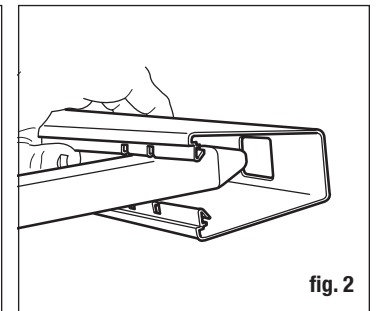

fig. 2
- Insert a picket into the throat of the rail, and proceed through the routed hole as shown. **DO NOT SNAP INTO PLACE** (fig. 2).
A general rule of thumb is to place 1/3 of the post into the ground. Check local regulations for any special requirements. The fence will be stronger if the end, corner and gate posts are set at least 6" deeper than the line posts. Using a posthole digger or power auger, dig the holes 10-12" wide and 6" deeper than needed. Backfill the holes with 6" of gravel to drain water away from the bottom of the posts (fig. 2). Keep the height of your fence panels in mind when digging your postholes.
- Inserte una estaca en la estricción del pretil, y prosiga a través del orificio recortado, como se muestra. **NO DESLICE PRESIONANDO PARA QUE QUEDE EN SU LUGAR** (fig. 2).
Como regla general, se inserta 1/3 del poste en el suelo. Verifica las regulaciones locales para cualquier requerimiento especial. La cerca será más fuerte si la profundidad de los postes de los extremos, las esquinas y la puerta es 15.2 cm mayor que la de los otros postes. Con un cavador de hoyos de poste o una barrena eléctrica, cava hoyos de 25.4 cm a 30.5 cm de diámetro, con 15.2 cm más de la profundidad necesaria. Rellena el fondo de los hoyos con 15.2 cm de grava para drenar el agua de la parte inferior de los postes (fig. 2). Ten en cuenta la altura de los paneles de la cerca cuando cava los hoyos de los postes.